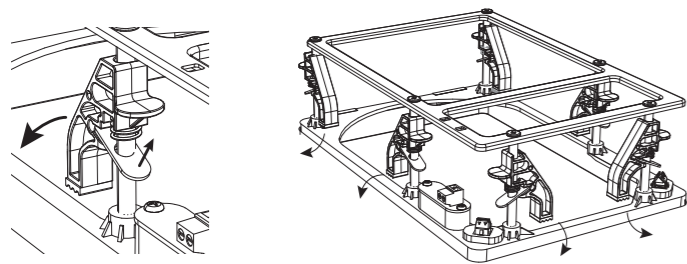
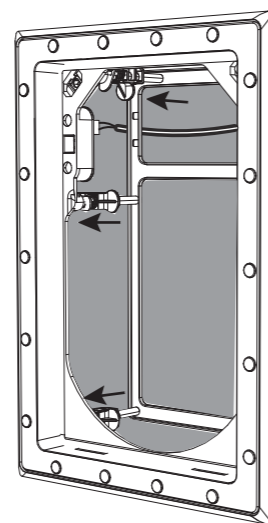

Fig. 9. Adjusting the Mounting Clamps from the Stowed Position
Fig. 11. Frame securely clamped to the Wall
2. Nå inuti ramen och vrid fästklämmorna till "Klämning"-läget, där de kan utöva en klämkraft på baksidan av öppningen (fig. 9 och 10). Tryck in ramen och dra åt varje klämma så att ramen är fäst på plats (fig. 11).